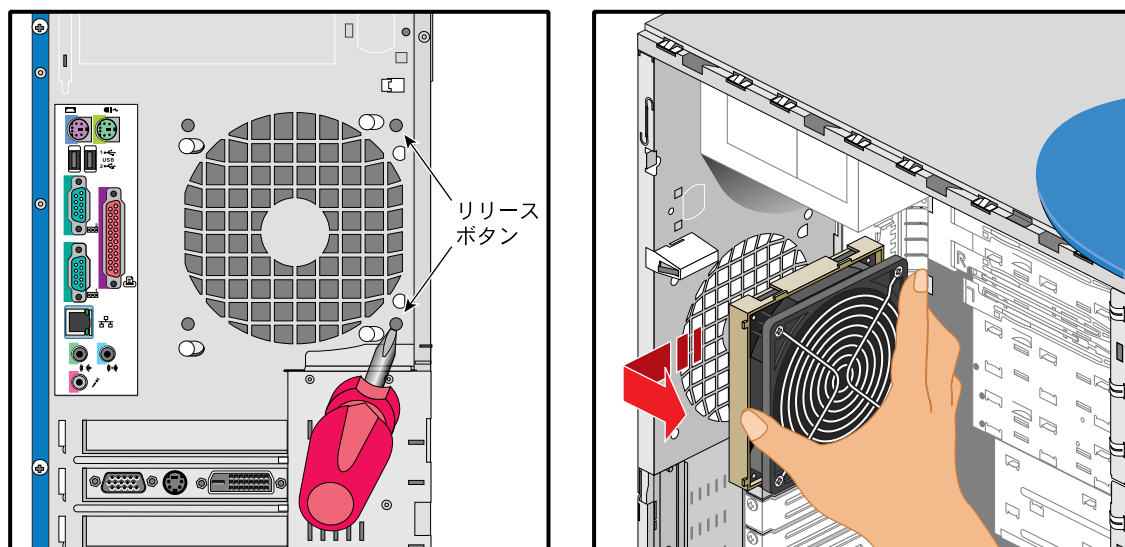

図 2-12 解除ボタンの解除とリアファンの取り外し
4. 図2-12に示すように、リアパネルの後ろ側に2個のファン解除ボタンを取り付けます。
5. 尖ったツール(プラスドライバーなど)を使用して、解除ボタンの1つを押すと同時にファンを上向きに引っ張り、解除ボタンがノッチから出るようにします。ファンが本体から解放されるまで、2番目の解除ボタンを押しながら、ファンに上向きに引っ張り続けます。図2-12にその手順を図示します。